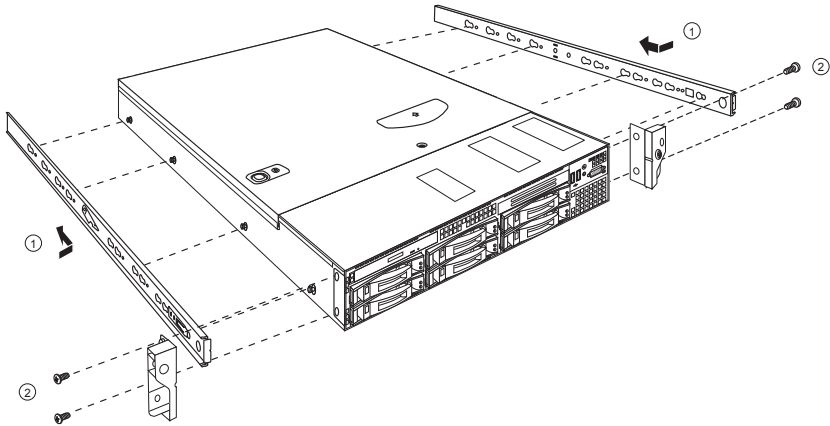

图 26 R525_35 服务器 内导轨和机箱把手安装示意图
1. 如图 26 中 ① 所示，将左、右内导轨与机箱相应螺柱对齐并放入。
2. 如图 26 中 ② 所示，将导轨前推卡位固定。
3. 如图 26 中 ③ 所示，将机箱左右把手用机箱把手侧面固定螺钉固定。